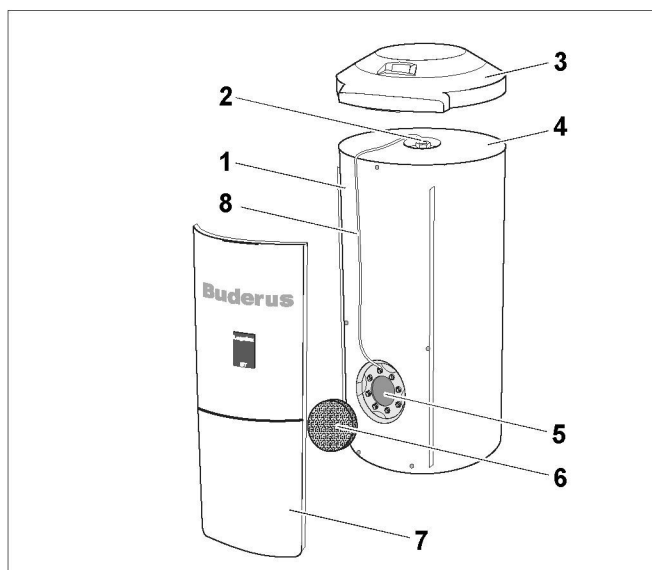

Рис. 1 Бак-водонагреватель Logalux ST160/4 – ST300/4
- Бак-водонагреватель (рис. 1, **поз. 1**) с коррозионной защитой
Коррозионная защита состоит из гигиенической термоглазури DUOCLEAN MKT и дополнительно из катодной защиты в виде магниевого анода (рис. 1, **поз. 2**).
Съемные детали облицовки: крышка бака (рис. 1, **поз. 3**) и состоящая из двух частей обшивка (рис. 1, **поз. 7**), закрывающая крышку смотрового люка.
- Теплоизоляция (рис. 1, **поз. 4**)
Теплоизоляция из не содержащего вредных веществ полиуретанового пенопласта нанесена непосредственно на бак. Теплоизоляционный элемент (рис. 1, **поз. 6**) из пеноматериала уменьшает теплопотери через крышку люка.
- Крышка люка (рис. 1, **поз. 5**) для проведения техобслуживания и чистки.